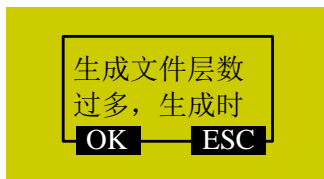

图 6-7 参数设置失误警告提示对话框
- 2) 若参数“雕刻深度”值输入过大，文件载入时系统给出警告提示“生成文件层数过多，生成时间较长，是否继续”如图 6-7 所示，按【ESC】键返回修改参数，若按下【OK】键强行载入文件，系统会长时间停留在图 6-7 所示警告提示对话框中，此状态下按下任何按键系统无反应，只能断电重启系统或耐心等待文件加载完成。
- 3) 当系统停留在图 6-7 所示警告提示对话框中时，按下的按键动作会在对话框解除后生效，因此禁止在此对话框存在时按下任何键。